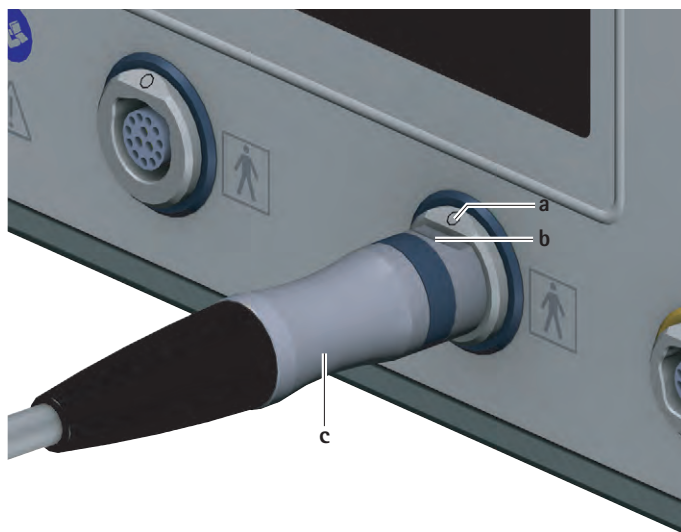

Fig. 3 Conexión del cable de motor
- ▶ Orientar el conector para unidad de control **c** en relación al cable de motor de forma que la marca **b** del conector coincida con la marca **a** de la conexión para elemento de aplicación **7**, ver Fig. 3.
- ▶ Desenchufar el cable de motor conectado al conector para unidad de control **c** de la conexión para elementos de aplicación **7**, ver Fig. 3.